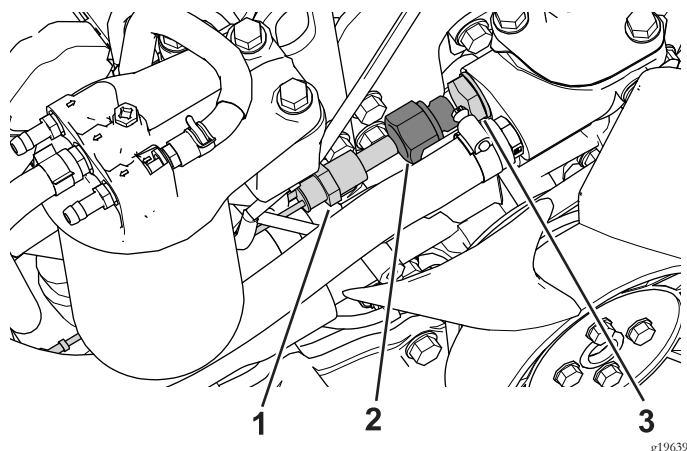

Figura 33
1. Localice el alojamiento del termostato en el bloque motor, y retire el tapón del orificio del motor (Figura 33).